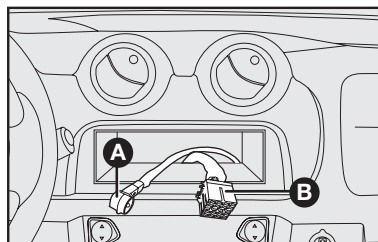

fig. 77
- Cable y conexión para la alimentación de la radio **B-fig. 77**.
- Cables y conexión para la antena de techo **A-fig. 77**.
- Cable y conexión de los altoparlantes e tweeters **B-fig. 77**.
- Cable para tweeter y altoparlantes **B-fig. 77**.